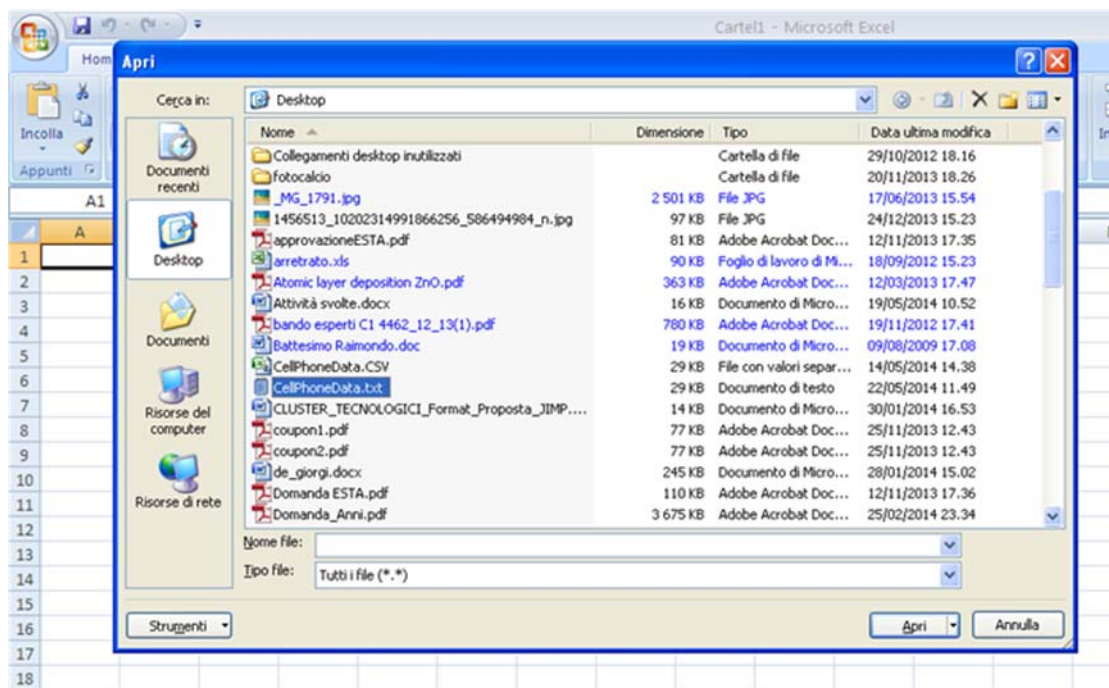

Figura 7: impostazione di *Tutti i file* nel campo *Tipo di file* e selezione del file .txt da aprire.
- 3) Andare nella cartella dove si è salvato il file e selezionare il file da aprire (Figura 7).